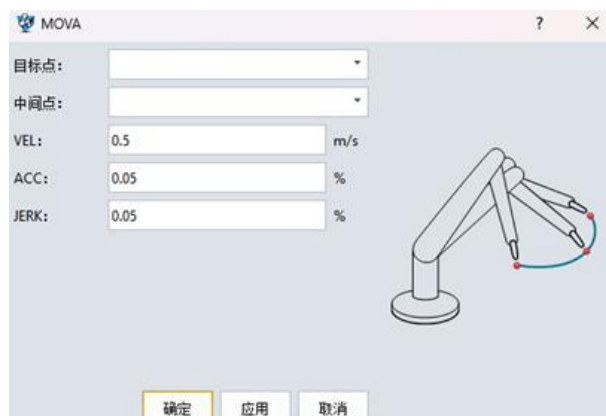

图 3-36: MOVA
- **说明:** VEL 的单位为 m/s; ACC 和 JERK 都使用百分比形式, 输入范围为正数。如果小于或等于 0, 将报告错误; (图 3-36)